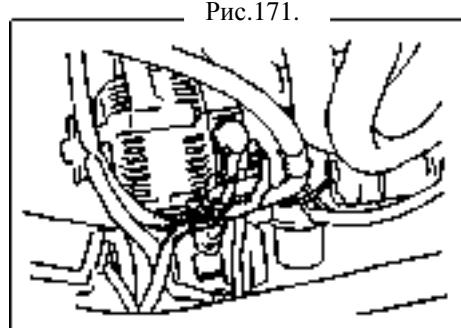

Рис.171.
4. Снимите генератор (рис.171,172).